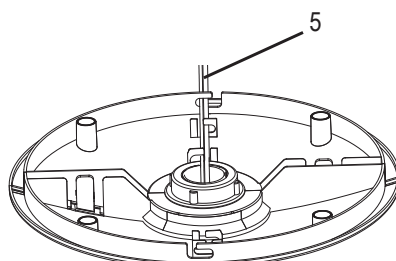

Fig. 6
1. Desatornille el anillo de bloqueo (4) de la parte inferior de la carcasa del ventilador.
6. Asegure el cable de alimentación (5) a la parte inferior de la base (2 y 3) pasando a través de las pestañas de la base. Consulte la Fig.6.